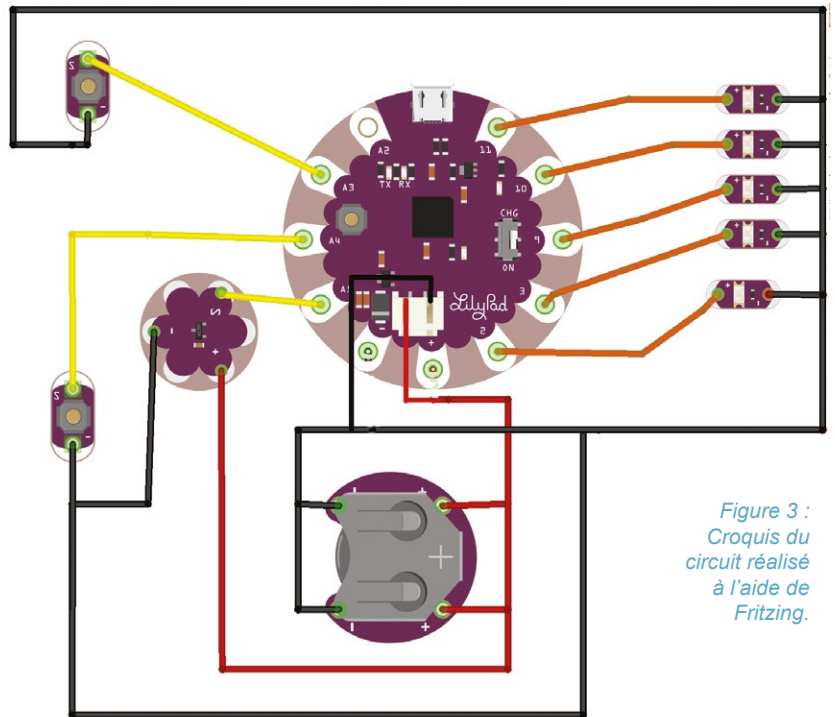

Figure 3 : Croquis du circuit réalisé à l'aide de Fritzing.
3. **Dessin du circuit** complet, afin de savoir où coudre sur le T-shirt (voir Figure 3). J'ai effectué mon croquis à l'aide de Fritzing [4].
borne « + ». Dans mon cas, j'ai connecté la borne « + » de mes 5 LEDs respectivement aux sorties digitales 2, 3, 9, 10, et 11, et la borne « - » à une masse commune (voir Figure 3).